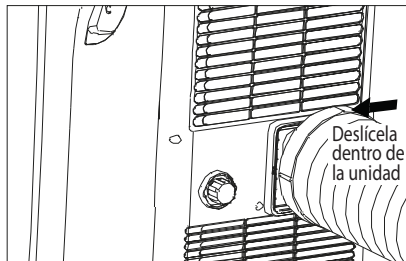

Fig. 7
4. Deslice el conjunto en la unidad (Fig. 7).